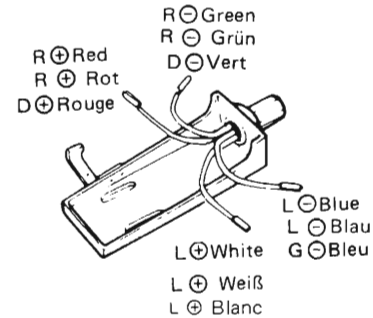

Fig. 5 Abb. 5
2. Cartridge installation or replacement (Fig. 5)
2. Einbauen oder Auswechseln des Tonabnehmers (Abb. 5)
2. Mise en place et remplacement de la cellule (Fig. 5)